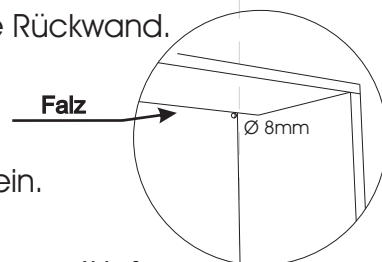

Abb. 3
1. An dem Oberboden, hinter der Klappe, befindet sich vor der Rückwand eine Falz. Bohren Sie an der rechten Seite mit einem 8mm Bohrer ein Loch in die Rückwand. (Abb.3)